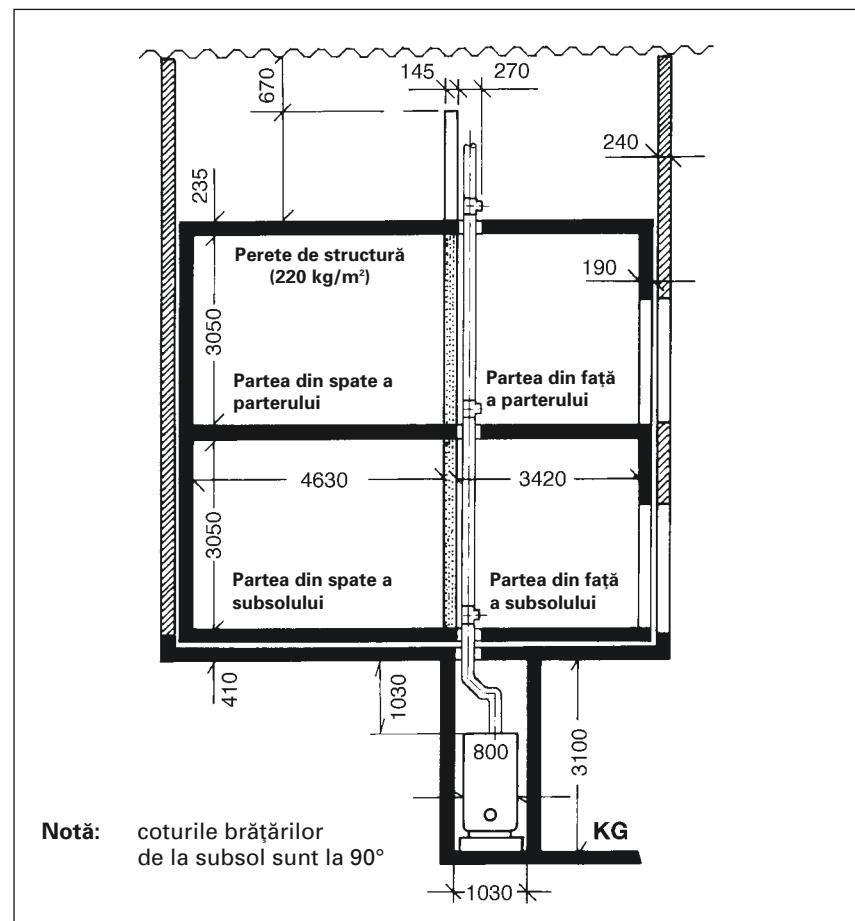
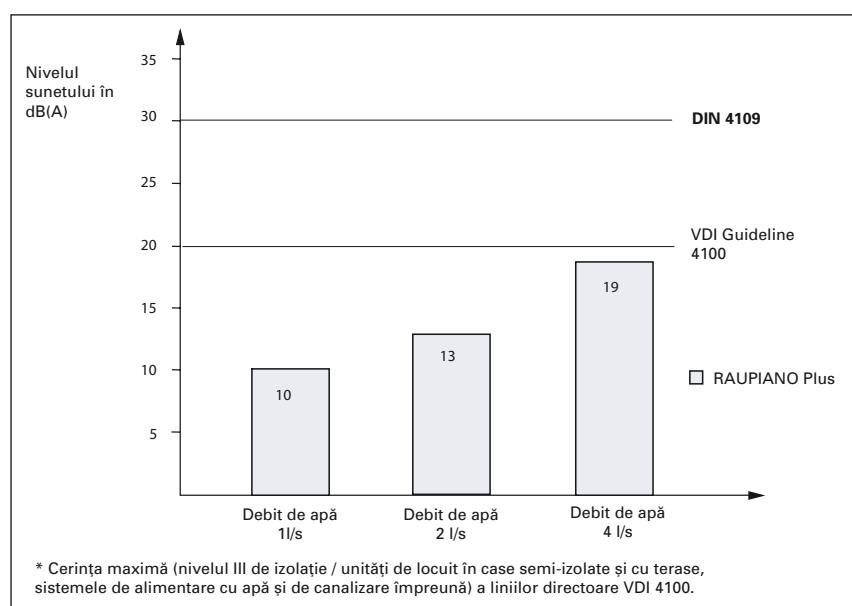

Fig. 4: Testul de instalare al Institutului Fraunhofer pentru fizica construcțiilor (toate dimensiunile sunt în mm)
Fig. 5: Rezultatele măsurate la parter
Fig. 4 prezintă structura schematică a stării testului privind izolația al IBP. Aplicarea sarcinii pe sistem a fost realizată cu un debit de 1,0, 2,0 și 4,0 l/s (4 l/s corespunde la 12 la 13 unități de locuit). Rezultatele testului prezintă niveluri de sunet semnificativ scăzute în spatele peretelui structurii în comparație cu teava HT convențională (masă pe zonă de unitate de 220 kg/m², grosimea peretelui de 115 mm plus tencuiala). Conform DIN 4109, acest perete structural corespunde celui mai ușor perete cu un singur strat pe care pot fi montate conductele de canalizare. Dacă instalatia este realizată pe pereti mai grei, rezultă o reducere suplimentară a nivelului sunetului. Rezultatele măsurate la parter sunt arătate în Fig. 5. Proprietățile de izolare fonică remarcabile ale RAUPIANO Plus sunt bine documentate aici. Proiectare și cererile de oferte în conformitate cu Liniile directoare VDI 4100 pot fi realizate atâtă timp cât se conformează informațiilor furnizate în documentele noastre tehnice, precum și instrucțiunilor date în standarde. Printre alte lucruri, liniile directoare VDI 4100 stipulează un nivel de sunet de până la 20 dB (A) pentru unitățile de locuit din casele semi-izolate și cu terase 25 dB (A) pentru unitățile de locuit din locuințele pentru mai multe familii (vezi Tabelul 1).